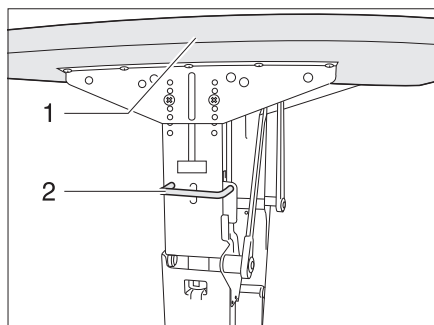

Fig. 55 Dispositif de verrouillage table pivotante à monture métallique
- Basculer la poignée (Fig. 55,2) vers le haut.
- Faire pivoter le plateau de table (Fig. 55,1) vers le bas, dans un arc de cercle, jusqu'à ce que la poignée s'enclenche.